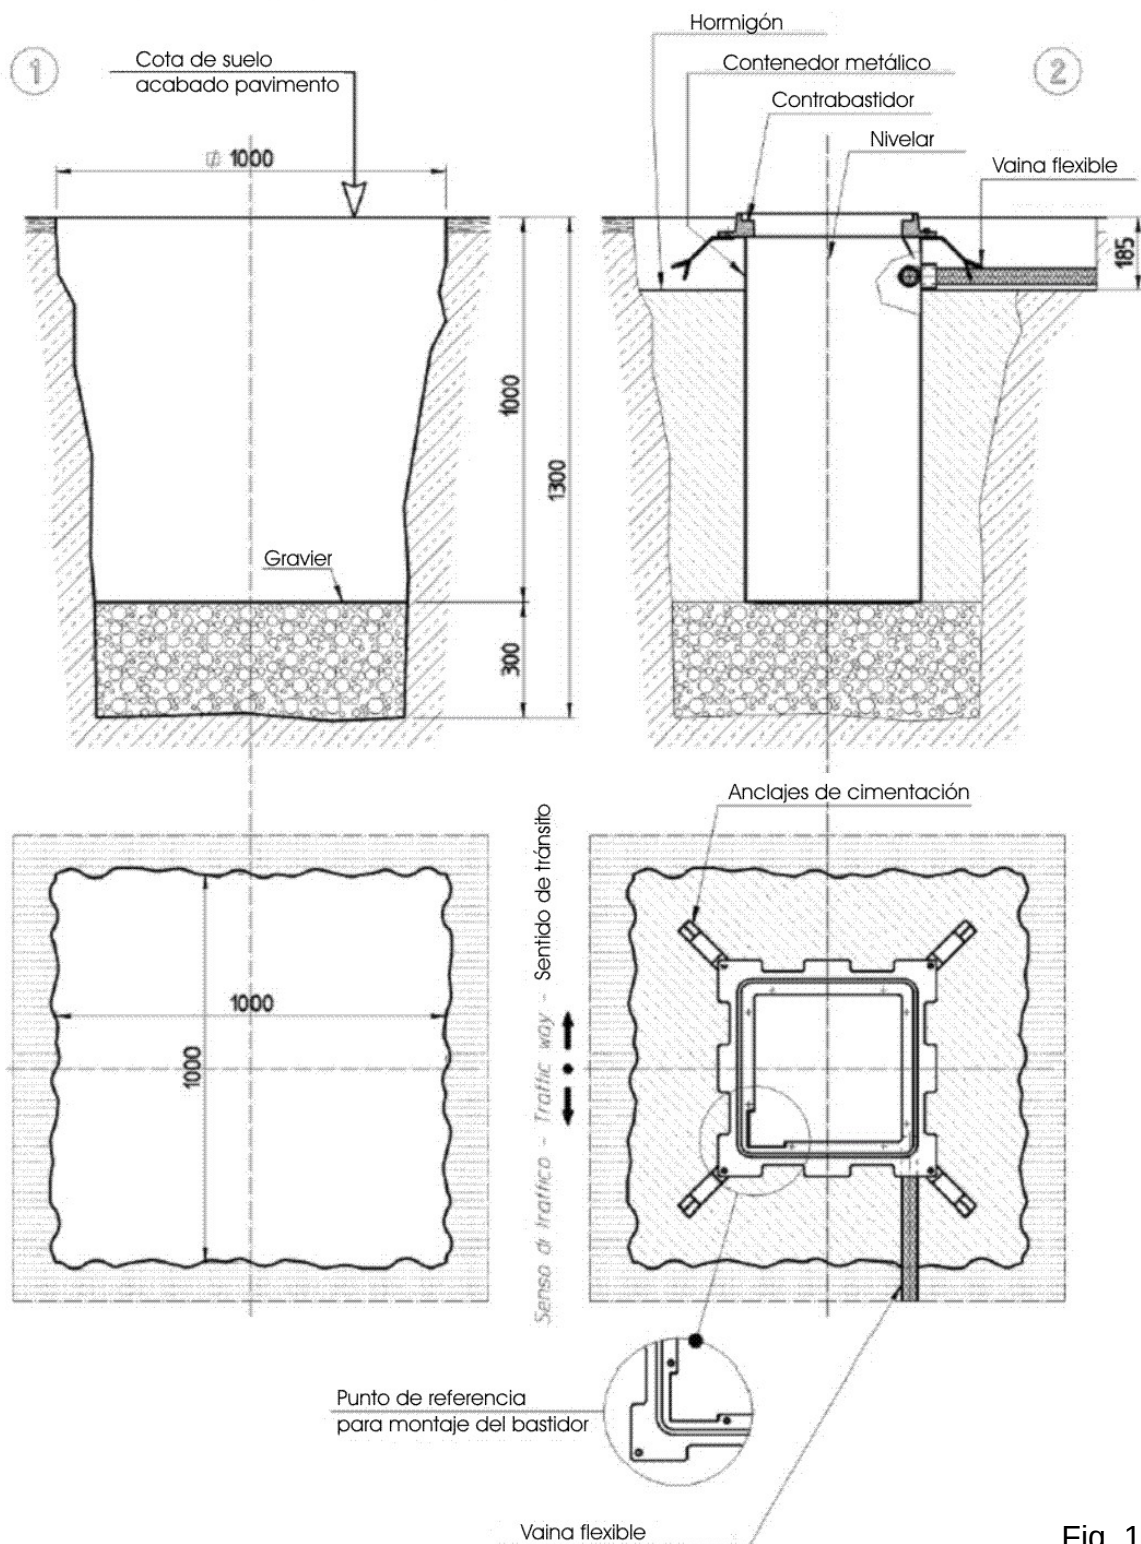
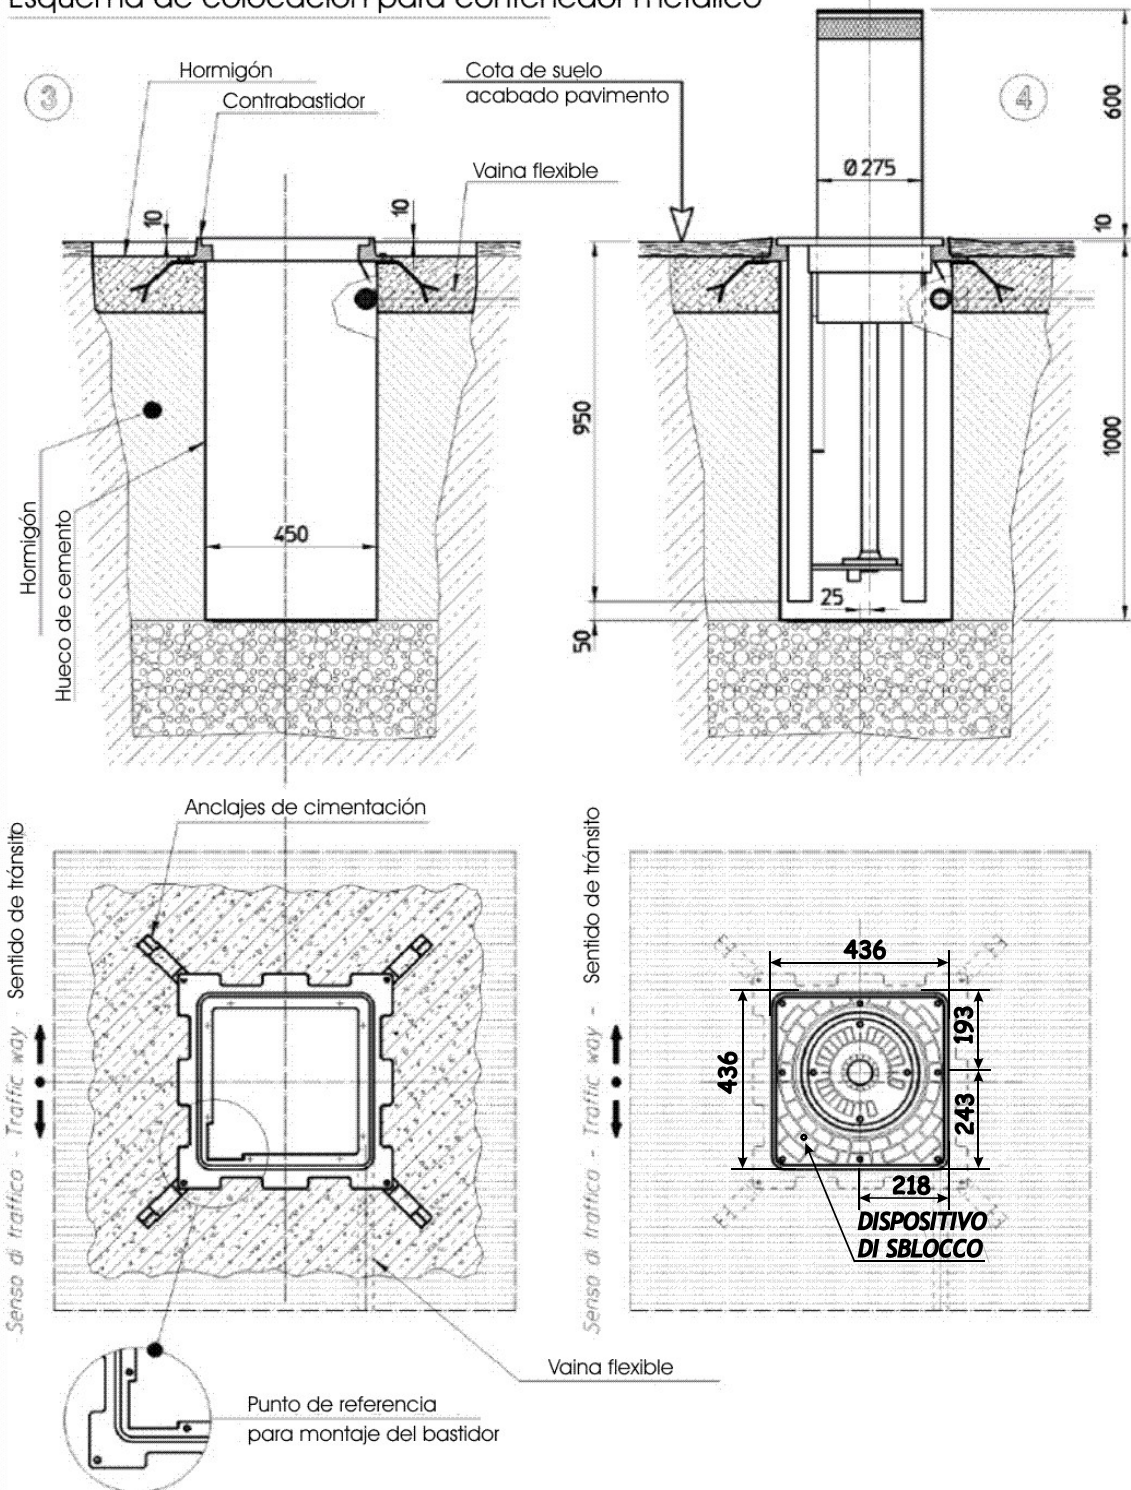

Fig. 1
Fig. 2
- 2) Realice la zanja hasta una profundidad de **1,30 m** aprox. (275 H600) o de **1,50 m** aprox. (275 H800); la sección ha de tener un lado de **1 m** aprox. (fig. 1 y fig. 2).
- 5) Coloque en obra la arqueta metálica provista de contrabastidor, teniendo cuidado de introducirla a plomo. El nivel superior del contrabastidor debe colocarse unos 10 mm más alto respecto al piso acabado (para limitar la entrada de agua de lluvia en la arqueta). **Coloque la arqueta prestando atención a la posición de la referencia en el contrabastidor en relación al sentido de tránsito (fig. 1 y fig. 2).**